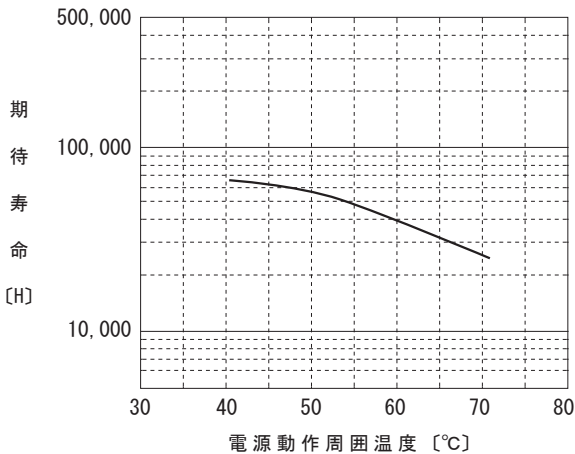

図 5.1 ファン推定寿命
■使用条件によってファンの推定寿命 (R(t)=90%) は図 5.1 のようになりますので、ファンは定期的な交換が必要です。ファンユニットはオプションパーツの項をご参照ください。